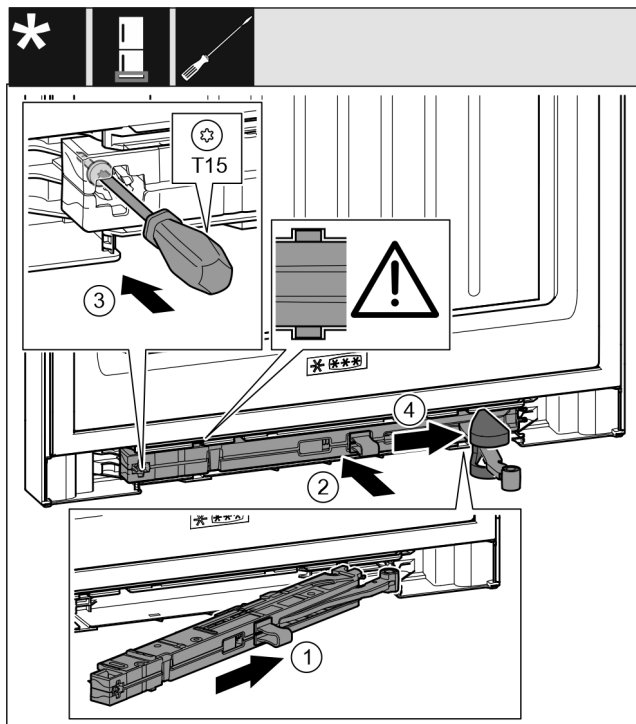

Fig. 40
- ▶ Tolja be ferdén, ütközésig a záráscsillapító egységet Fig. 40 (1) a mélyedésbe a csapágybak felőli oldalán.
- ▶ Tolja be teljesen a mélyedésbe a záráscsillapító egységet Fig. 40 (2).
- ▶ Húzza meg a csavart Fig. 40 (3) csavarhúzóval.
- ▶ Tolja rá a csuklóra a fedelet Fig. 40 (4).